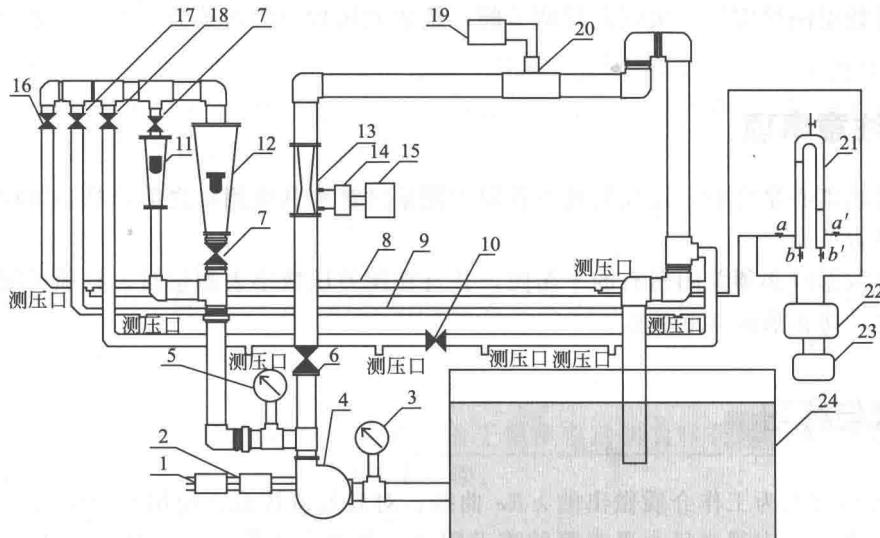

图 2-2 流体流动综合实训装置流程图
- (1) 本实训装置如图 2-2 所示。
- (2) 流量测量: 由转子流量计测量。
- (3) 直管段压力降的测量: 差压变送器或倒置 U 形管直接测取压差值。
- (4) 设备主要参数见表 2-1。
(1) 本实训与流体阻力测定、流量计性能测定实训共用图 2-2 所示的实训装置流程图。
- (2) 流量测量：用转子流量计或标准涡轮流量计测量。
- (3) 泵的入口真空度和出口压强：用真空表和压强表来测量。
- (4) 电动机输入功率：用功率表来测量。
- (5) 设备主要参数见表 2-2。